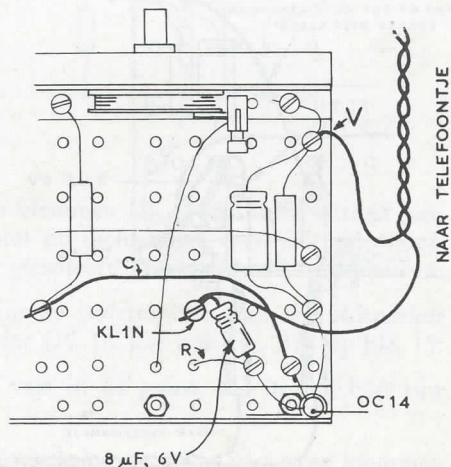

Fig. E7
1. Verleg eerst leiding C (fig. E7) zó, dat je op de aangegeven plaats ruimte krijgt om een klem KL 1 N bij te plaatsen. Als draad C daarvoor te kort is, neem dan een ander (langer) stukje. Pas op voor kortsluiting. Eventueel kun je geïsoleerd montage draad gebruiken, waarvan je de uiteinden blank maakt.
2. Monteer een extra klem KL 1 N (met één gleuf) op de aangegeven plaats (fig. E7). De kop van het korte boutje, waarmee deze klem wordt vastgezet, zit straks juist naast de batterij.
3. Breng een elektrolytische condensator van $8 \mu\text{F} - 6 \text{V}$ aan volgens fig. E7. Denk om de plaats van de rillen!
4. Haal het einde van het telefoonsnoertje een beetje uit elkaar en zet de blanke uiteinden vast in de nieuwe klem en in klem V (fig. E7).